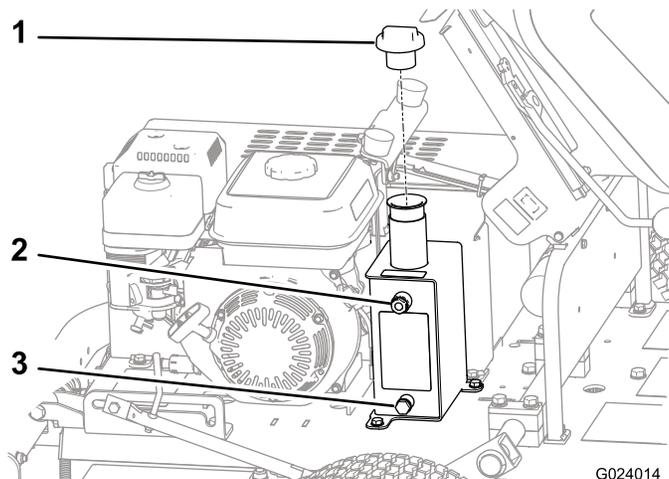

Рисунок 32
3. Найдите смотровое окошко (Рисунок 32) на боковой стороне бака гидравлической жидкости.
4. Если уровень жидкости низкий, снимите крышку с бака (Рисунок 32) и добавьте такое количество жидкости, чтобы ее уровень занял срединное положение.
1. Поместите сливной поддон под сливную пробку бака гидравлической жидкости (Рисунок 32).
2. Удалите сливную пробку бака гидравлической жидкости (Рисунок 32).
8. Снимите крышку бака гидравлической жидкости (Рисунок 32).